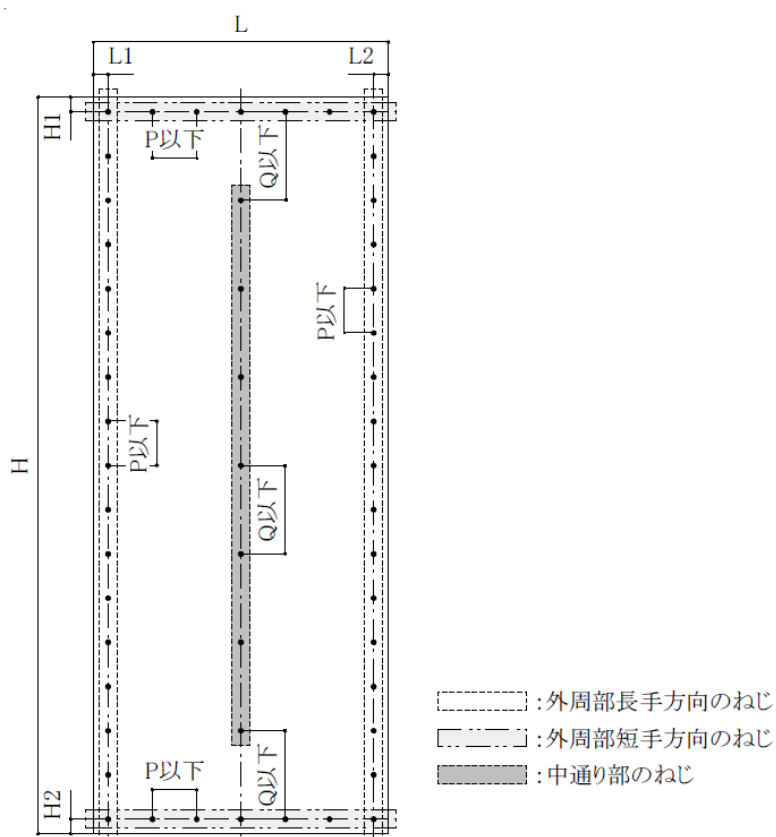

図 5 THHT ネクストねじ留め付け本数概略
- ・面材の外周部及び中通りの部分における、ねじ本数の算出方法について（図 5 参照）